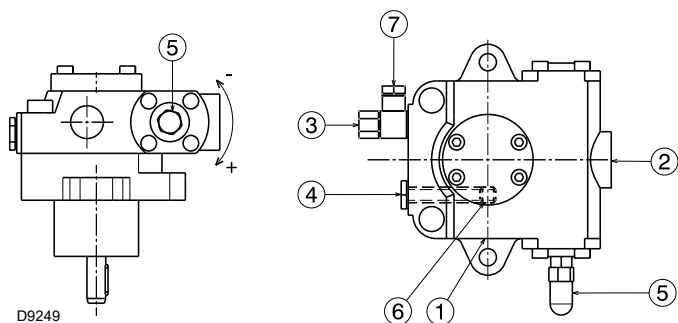

Рис. 23
Вони встановлюються на пальник з байпасом, перекритим гвинтом 6) (Рис. 23 на сторінці 27).
- Аби насос (Рис. 23) міг самостійно наповнитися, необхідно послабити гвинт 4) насоса, щоб випустити повітря зі всмоктувальної лінії.
Умовні позначення (Рис. 23)
Автоматичний ранковий запуск можливий, тому що насос уже заповнений паливом на заводі виробника. Якщо паливо було злито з насоса, перед запуском заповніть його паливом через отвір вакуумметра 4) (Рис. 23 на сторінці 27), інакше насос заклинить.